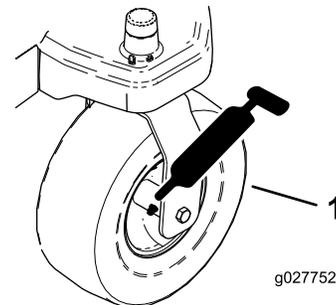
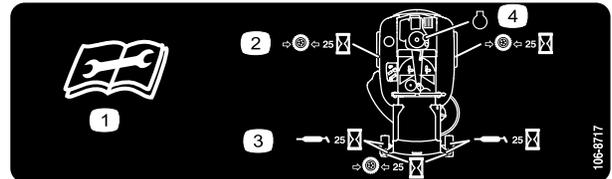

Figura 22
Figura 23
3. Limpie los engrasadores con un trapo (Figura 22 y Figura 23).
4. Conecte una pistola de engrasado a cada punto de engrase (Figura 22 y Figura 23).